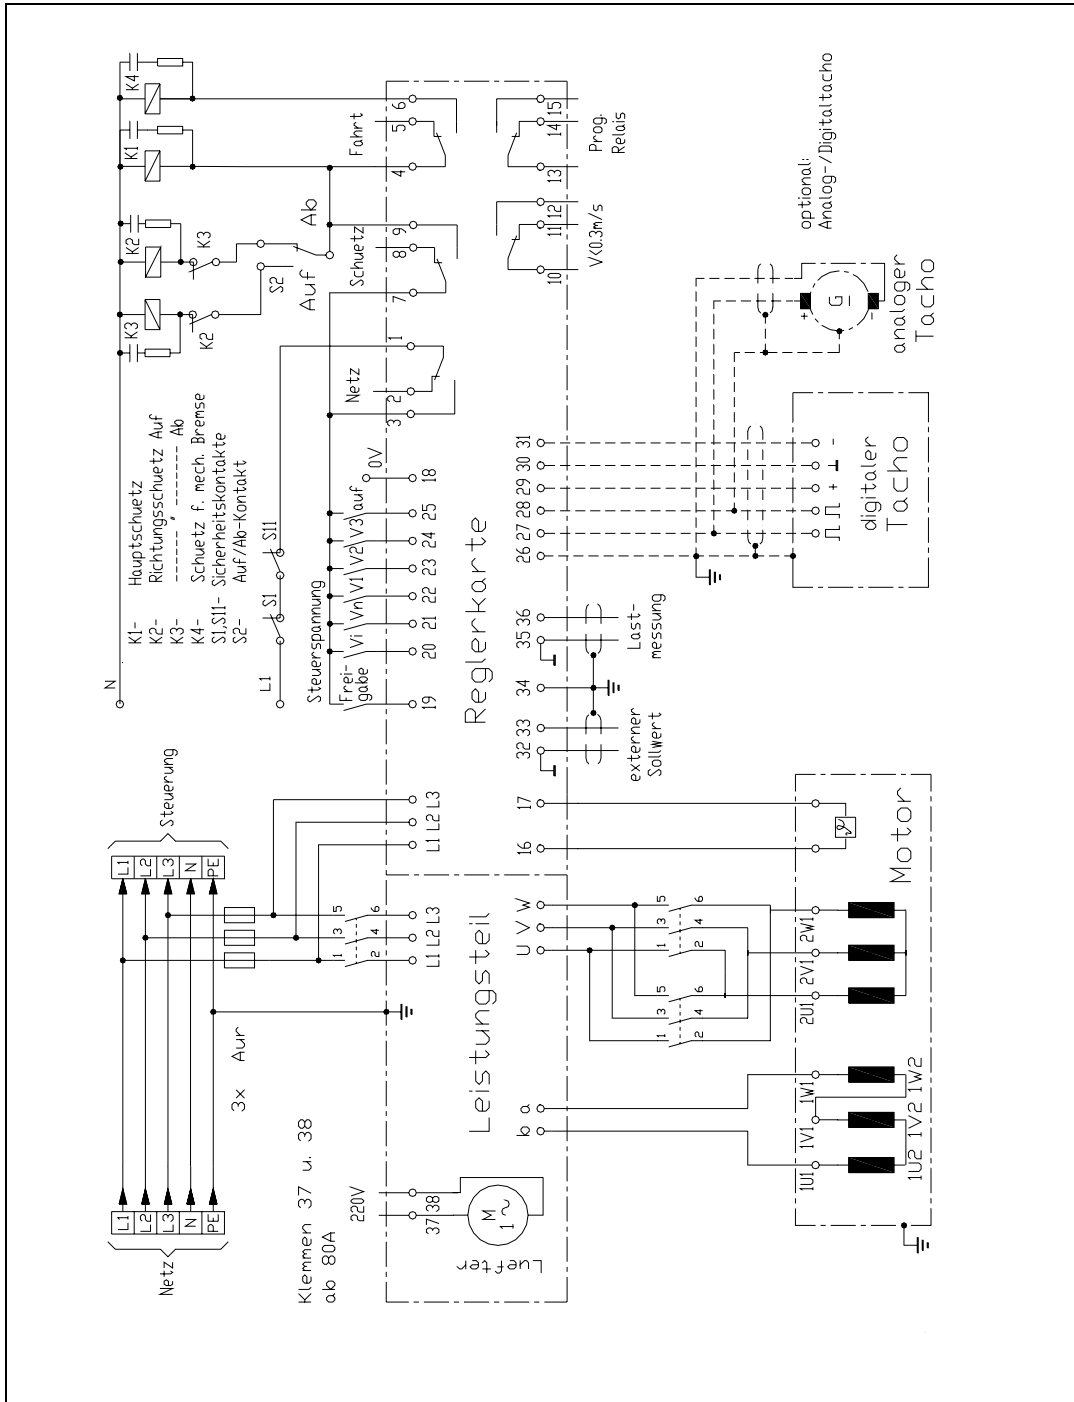

Bild 4.2: Anschlussbild
Anschlussdetails können den Beschaltungsplänen entnommen werden (s. Bild 4.2).
- alle Anschlüsse und Verbindungen zu Motor, Steuerung und Tacho herstellen bzw. kontrollieren (s. Bild 4.2).